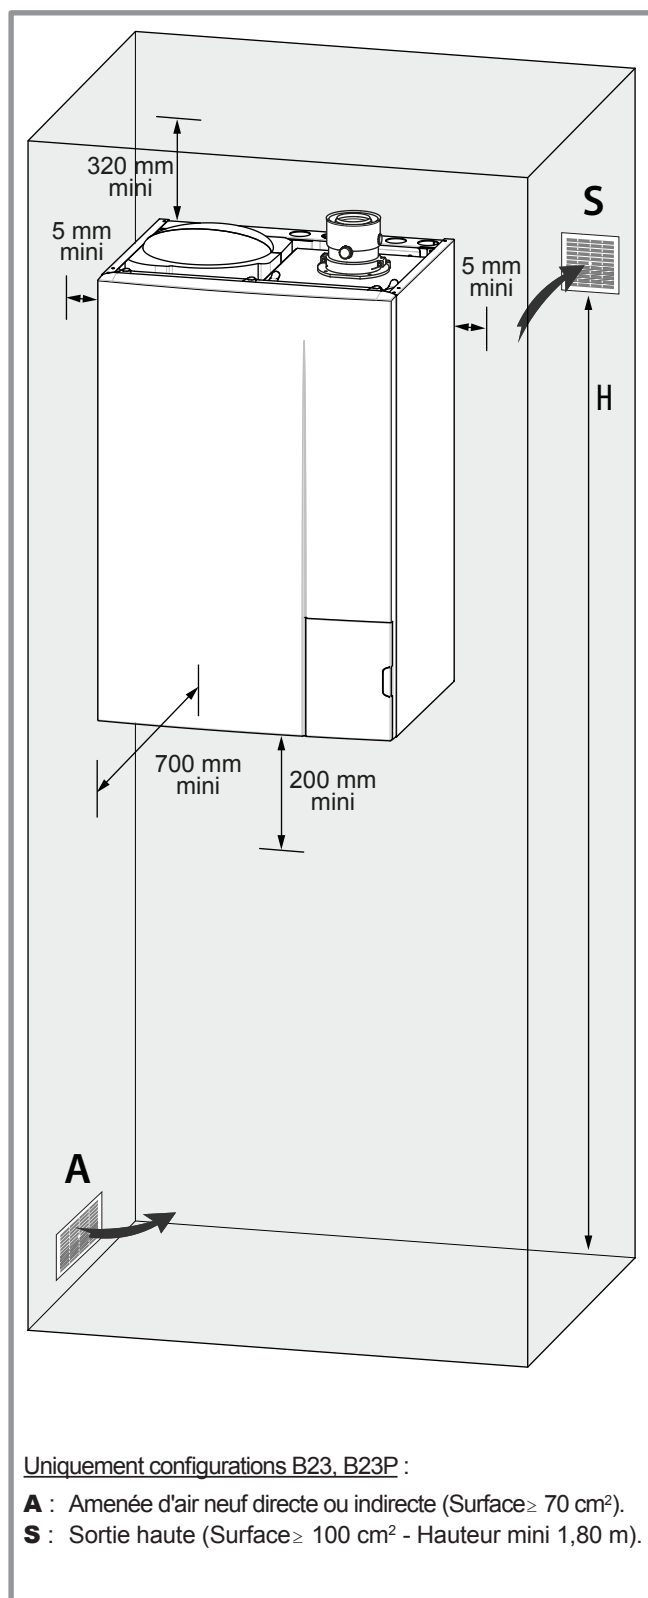

figure 8 - Dégagements minimum d'installation autour de la chaudière
Encombrement, voir figure 8, page 14.
- Pour faciliter les opérations d'entretien et permettre l'accès aux différents organes, il est conseillé de prévoir un espace suffisant tout autour de l'appareil (figure 8).